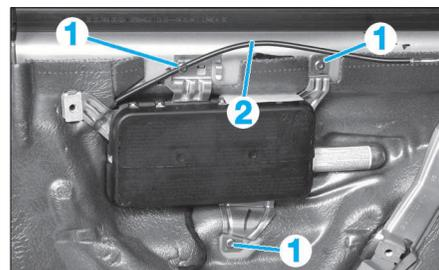

FIG. 4
- Percer les rivets (1) (Fig.4).